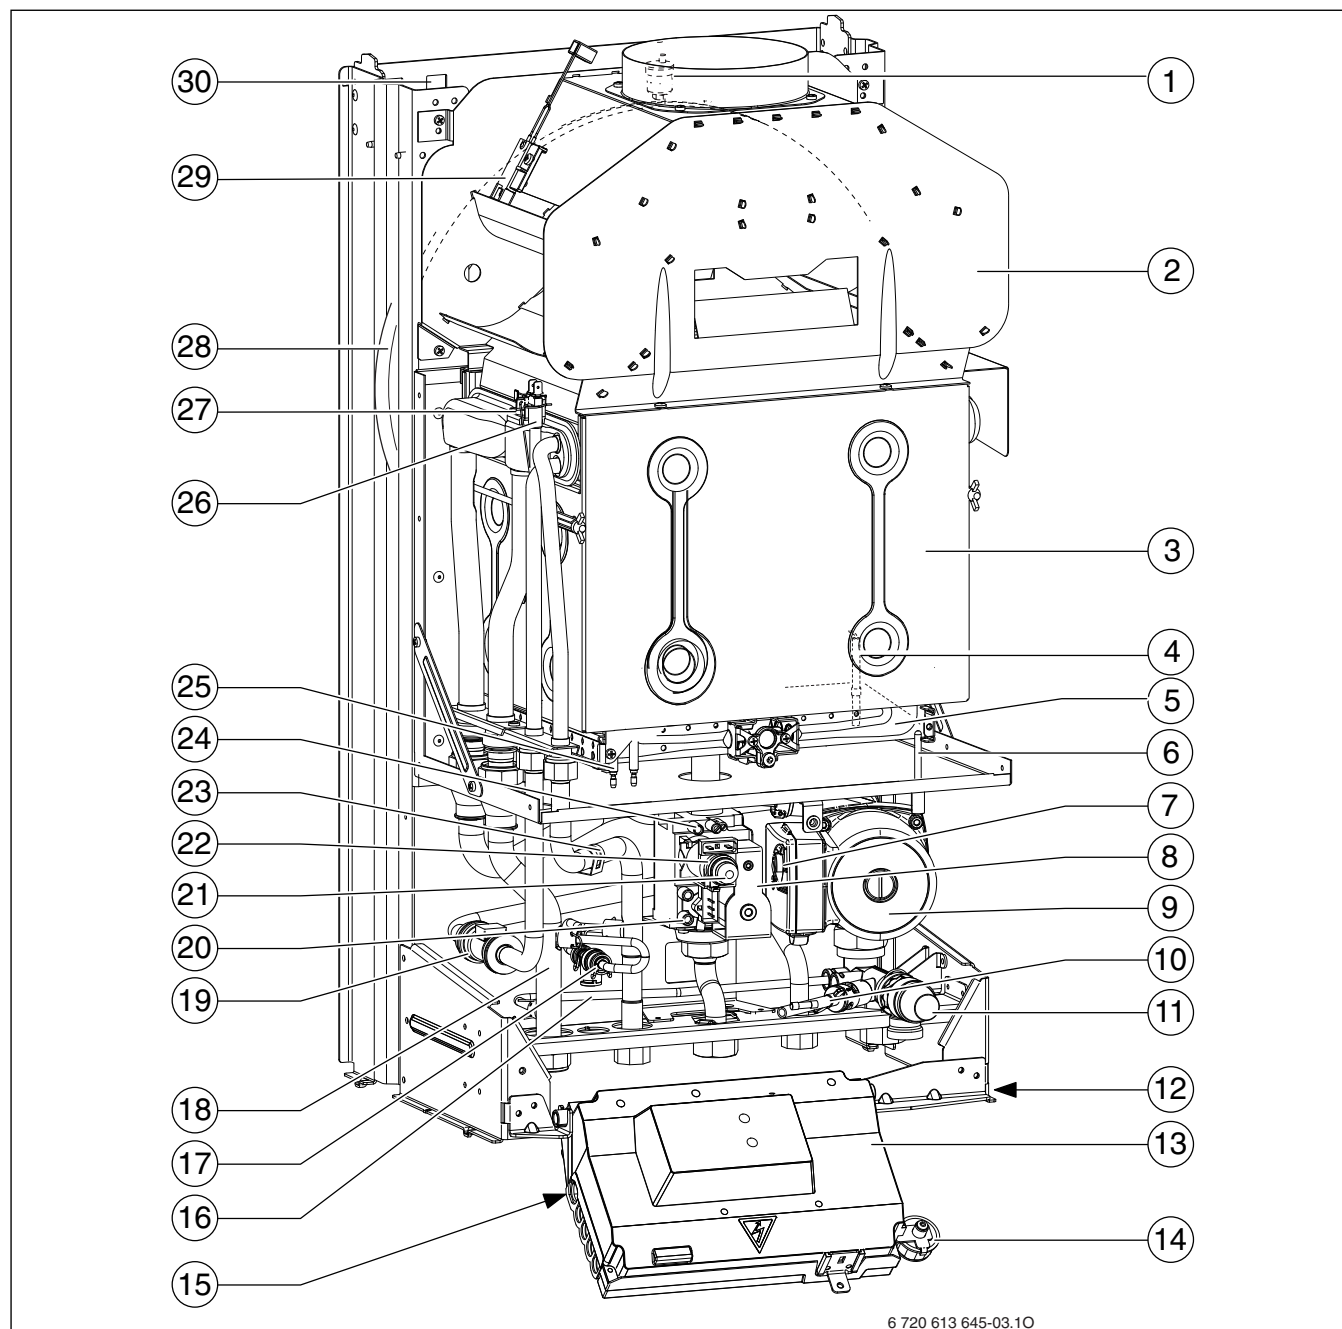

Рис. 3
Заводская табличка (12) находится справа внизу на traversе (→ рис. 3).